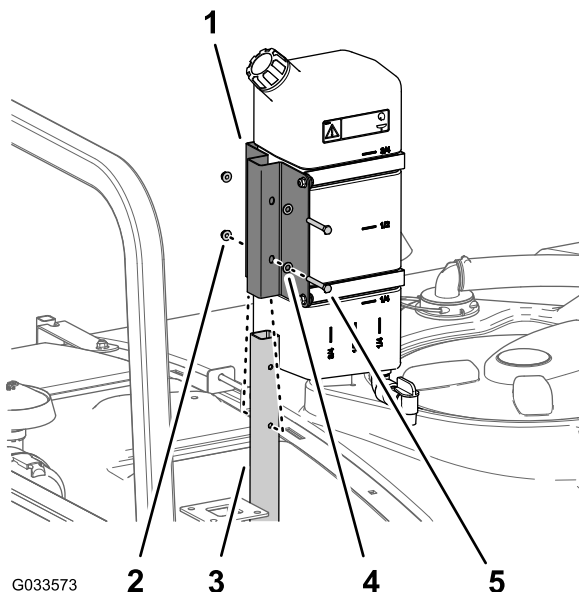

Figure 47
1. Fixez le réservoir d'eau douce et son support sur le tube de support à l'aide des 2 boulons (5/16 x 2¼ po) et des 2 contre-écrous à embase (5/16 ), comme montré à la Figure 47.